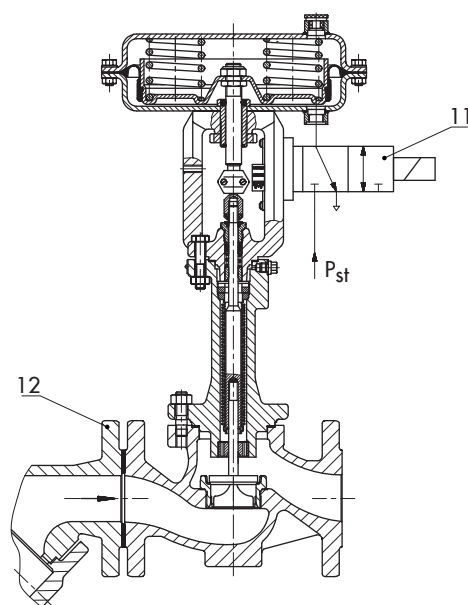
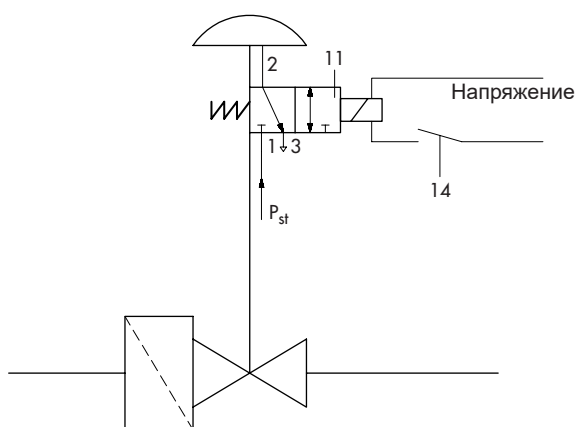
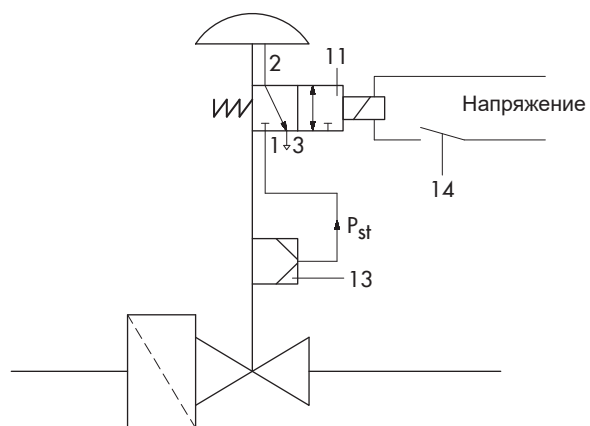

Рис. 2: Автоматический запорный клапан Тип 3241-1-газ
Рис. 3: Функциональная схема исполнения без позиционера
Рис. 4: Функциональная схема исполнения с позиционером
Управляющее давление  $p_{st}$  подаётся на пилотный клапан (11), катушка которого подключена к контуру системы обеспечения защиты (переключатель 14, Рис. 3 и Рис. 4). Во время работы катушка находится под напряжением, и управляющее давление  $p_{st}$  действует на мембрану. В случае неисправности срабатывает пилотный клапан, и давление, действующее на мембрану, сбрасывается, в результате чего регулирующий клапан быстро закрывается.
## Условные обозначения для Рис. 2 - Рис. 4